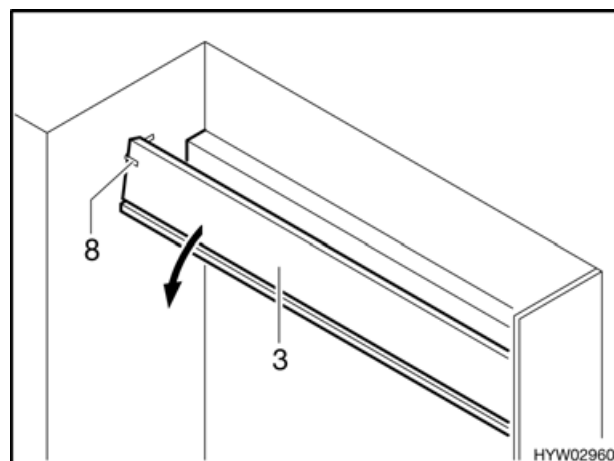

Fig. 33 Durante la trasformazione
- ▶ L'apertura incontrollata della parte intermedia (Fig. 33,3) può determinare un pericolo di schiacciamento.
- Prima di ribaltare la parte intermedia (Fig. 33,3) rimuovere la reggetta di sicurezza (Fig. 33,8).